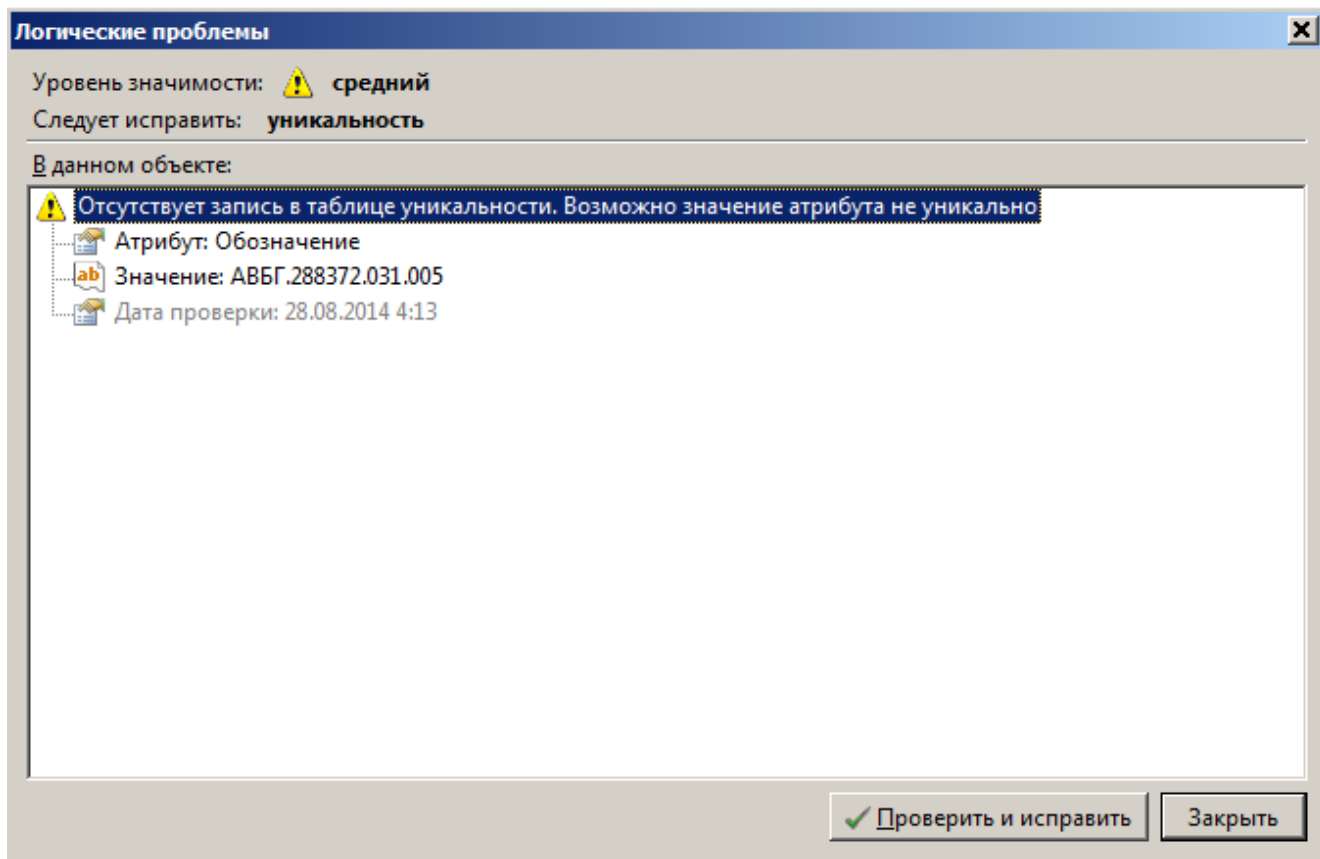

Рисунок 304 — Описание проблемы
- описание проблемы будет приведено в окне (Рисунок 304);